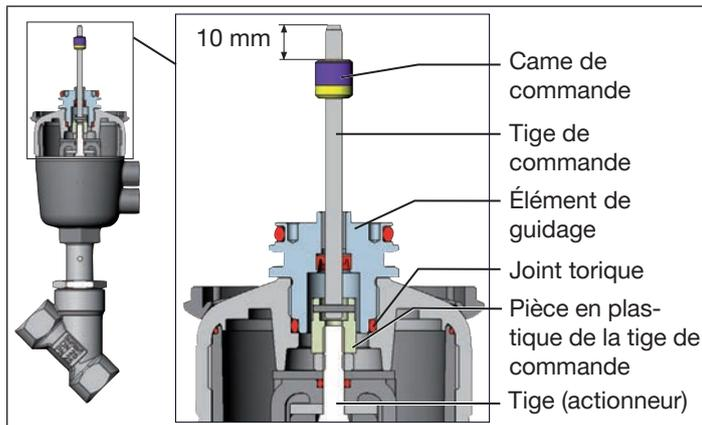

Fig. 11 : Montage de la tige de commande (2), série 20xx
- Enfoncer le joint torique vers le bas dans le couvercle de l'actionneur (voir « Fig. 11 »).
- Positionner la came de commande sur la tige de commande de sorte que l'écartement de la came par rapport au début de la tige soit de 10 mm (voir« Fig. 11 »).